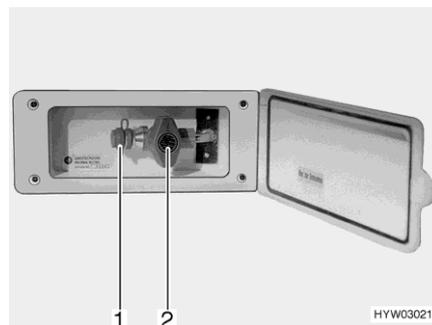

Bild 176 Externer Gasanschluss
- Externes Gasgerät an der Anschluss-Stelle (Bild 176,1) anschließen.
- Das Gasabsperrentil (Bild 176,2) öffnen.